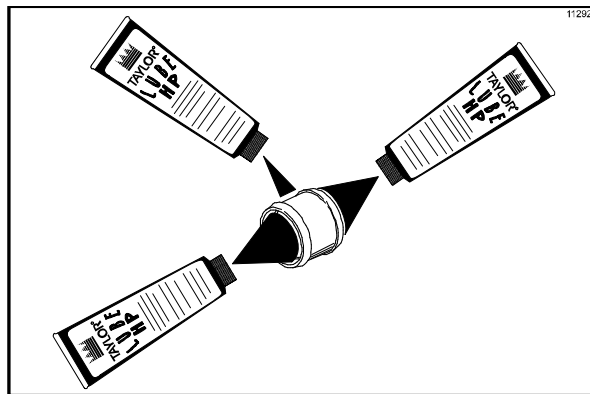

Figura 116
- Lubrifique o diâmetro externo do selo do eixo do spinner. Encha os copos em cada extremidade do selo com lubrificante. (Veja a Figura 116.)